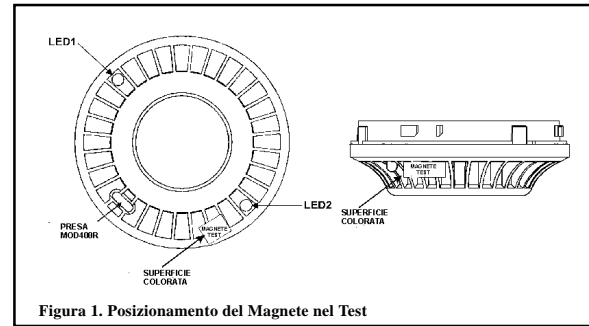

Figura 1. Posizionamento del Magnete nel Test
1. Posizionare il magnete sul bordo del sensore a circa 2 cm dal LED 1 di Figura 1, vicino alla porta MOD.